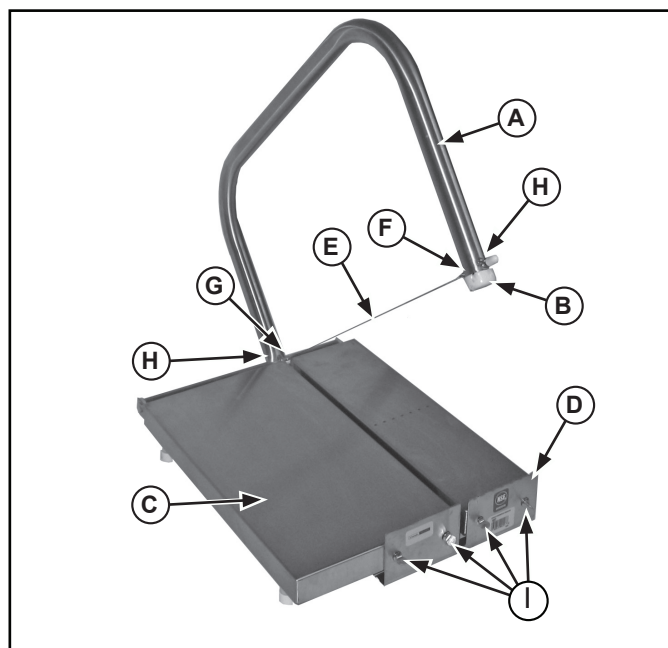

Figure 1. Caractéristiques et commandes du Cheese Blocker.
2. Avant chaque utilisation, assurez-vous que l'appareil est propre et le fil de coupe (E) en bon état. S'il est détendu ou cassé, remplacez-le. Voir la figure 1.
4. Soulevez l'arc de coupe (A) et placez le produit alimentaire sur le socle (C) et contre la plaque avant (D).
5. En procédant par mouvement uniforme et lent, faites passer le fil de coupe (E) à travers le produit alimentaire.
1. Desserrez les écrous à oreilles (H) qui fixent le boulon à œil (F) et le boulon en L (G). Il est inutile d'enlever les boulons ou les écrous à oreilles pour remplacer le fil de coupe (E). Voir la figure 1.
2. Enlevez et jetez le fil de coupe usagé (E).
3. Placez les boucles du fil de coupe neuf (E) sur le boulon à œil (F) et le boulon en L (G).
4. Serrez les écrous à oreilles (H) et le fil de coupe (E).
Voir la figure 1.